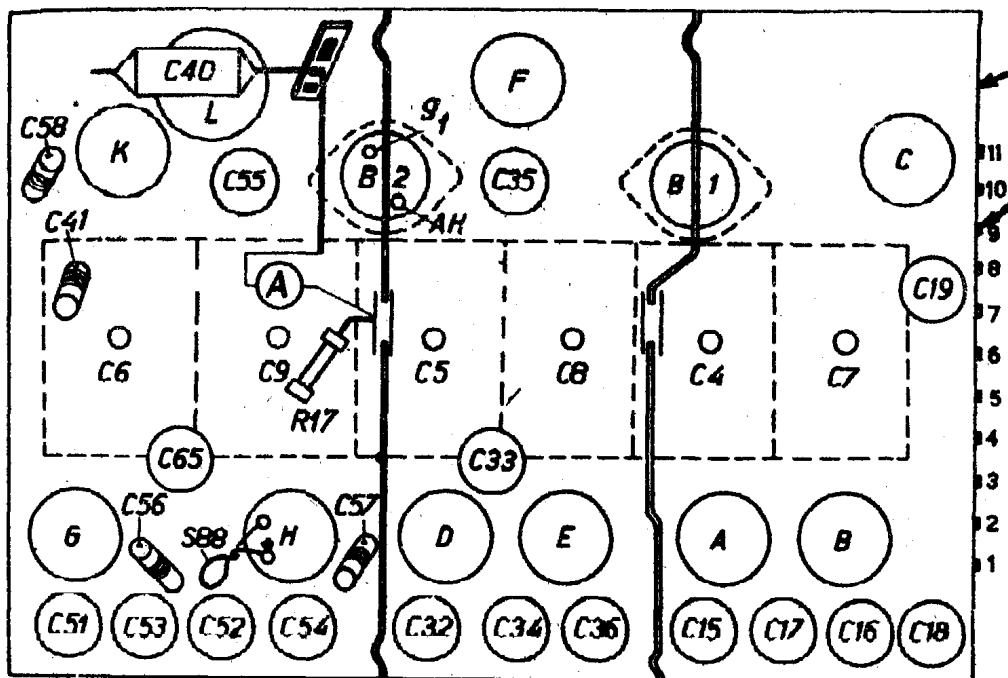

Fig. 16
- Dessouder la connexion de C40 du côté de la gaine au-dessus du support du tube E2 et intercaler un mA-mètre (voir fig.16).